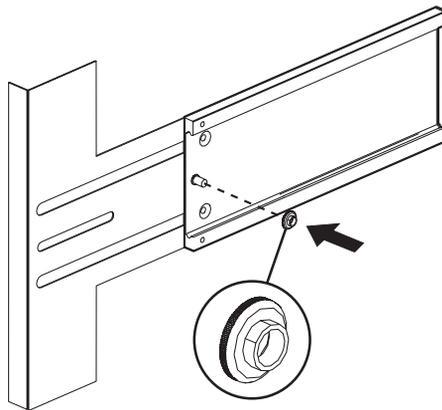

ABBILDUNG 1-7 Anbringen der Abstandsstücke
2. Schrauben Sie an allen Bolzen ein Abstandsstück fingerfest an, das mit der Flanschseite zur Schiene zeigt (ABBILDUNG 1-7).